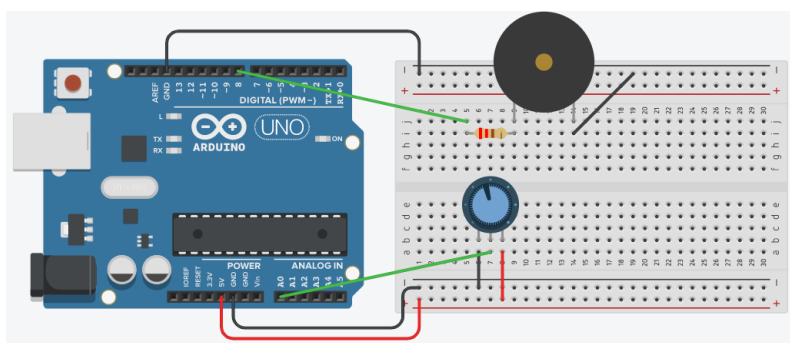

Figura 5.27: exemplo de circuito com Buzzer.
- O Potenciômetro tem três terminais, o terminal da direita é conectado na mesma coluna de furos que o fio vermelho, que está conectado na porta de 5V. O terminal do centro está conectado na mesma coluna de furos que o fio verde, e este está conectado na porta analógica A0. O terminal da esquerda está conectado na mesma coluna de furos do fio preto, que está conectado no barramento (negativo) da matriz de contato, que por sua vez está conectado pelo fio preto na porta *GND*, como mostra a Figura 5.27.